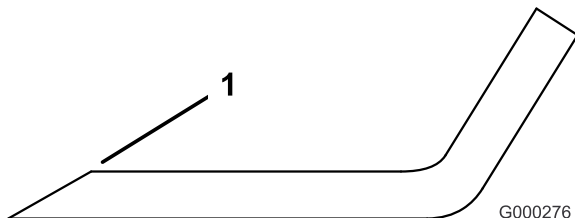

Figure 81
1. Au moyen d'une lime, aiguiser les tranchants aux deux extrémités de la lame (Figure 81). Veillez à conserver l'angle de coupe d'origine. Limez la même quantité de métal sur chacun des deux tranchants pour ne pas déséquilibrer la lame.